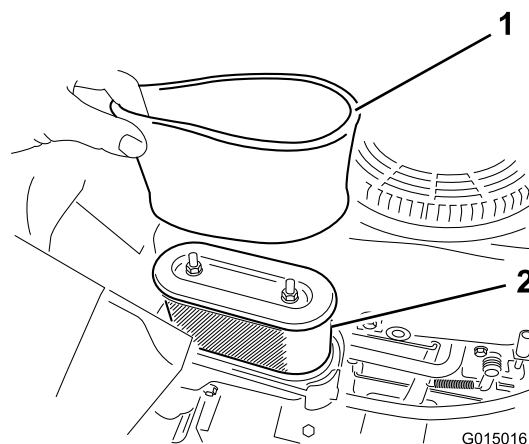

Figura 21
- Rimuovete con cautela gli elementi del filtro in schiuma sintetica e di carta dal vano del filtro dell'aria (Figura 21).
5. Allineate le linguette del coperchio del filtro dell'aria con le fessure del convogliatore (Figura 21).